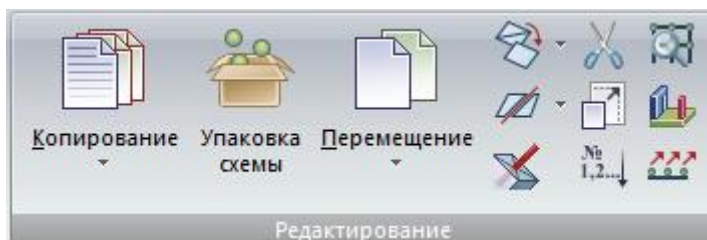

Рис. 3. Панель **Редактирование**
- **Редактирование** (рис.3) – операции связанные с редактированием схемы (копирование, перемещение, изменение размеров); упаковкой схемы; редактированием триангуляционной сетки, объединением температур.
Панель **Редактирование** (рис.3) содержит следующие команды: